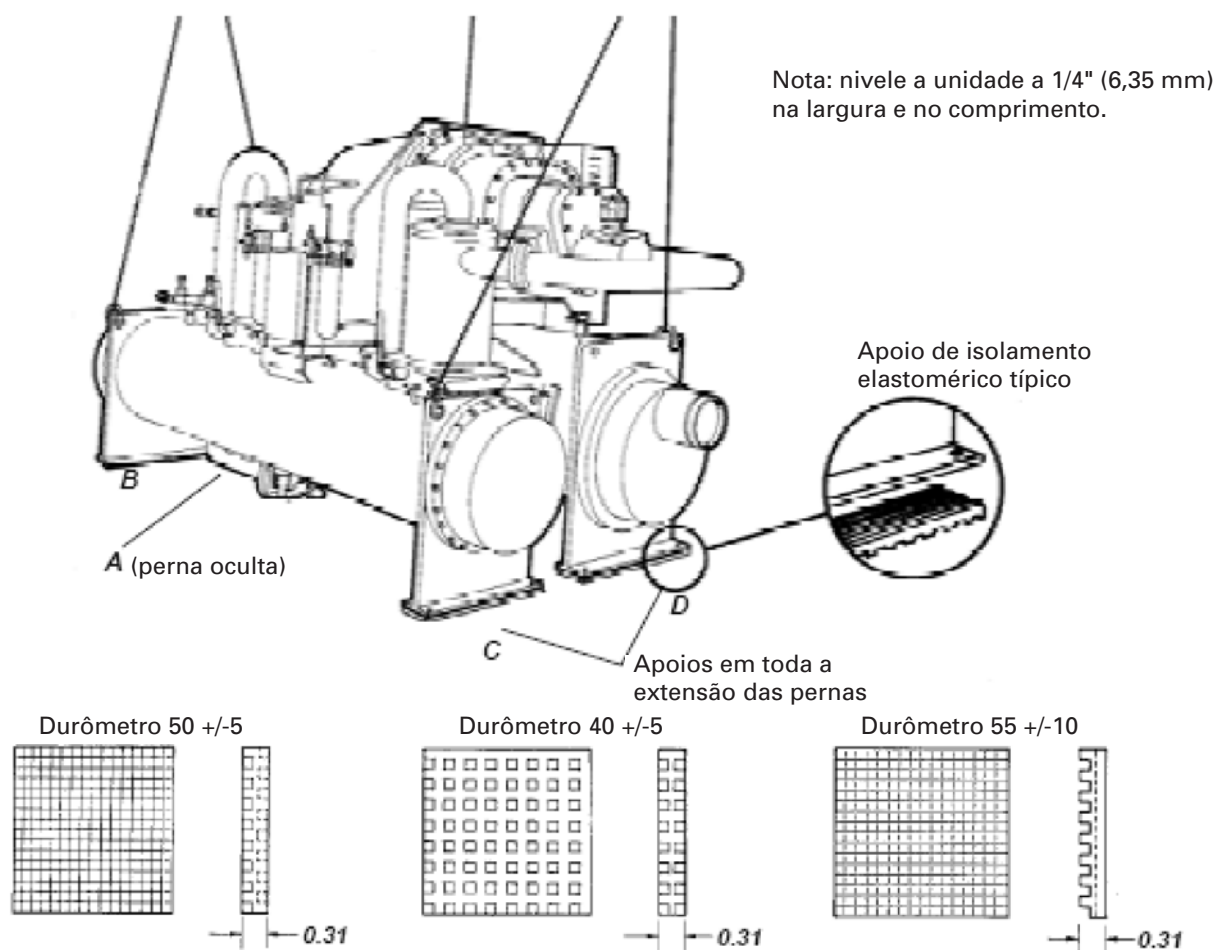

Figura 7. Posicionamento dos apoios de isolamento
7. Durante o posicionamento final da unidade, coloque os apoios de isolamento sob os suportes da chapa do tubo do evaporador e do condensador, como mostra a figura 7. Nivele a unidade conforme descrito no próximo item.
NOTA: os valores de durômetro para os apoios de isolamento são uma medição de resiliência. Veja a figura 7.